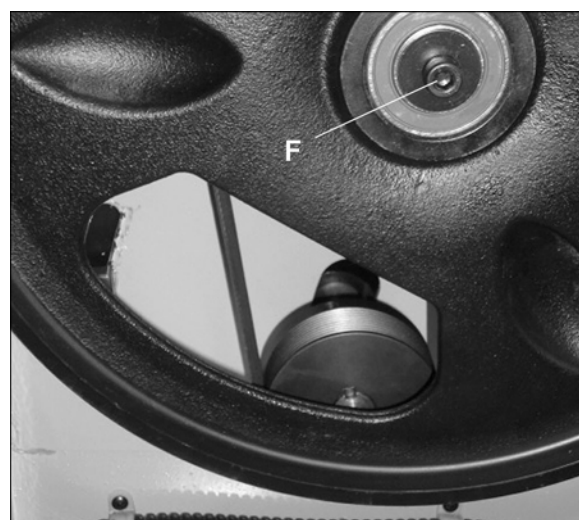

Рис. 33.
См. Рис. 33 и 34.
3. Выкрутите винт (F, Рис. 33) из вала нижнего шкива с помощью 6 мм шестигранного ключа и снимите нижний шкив.